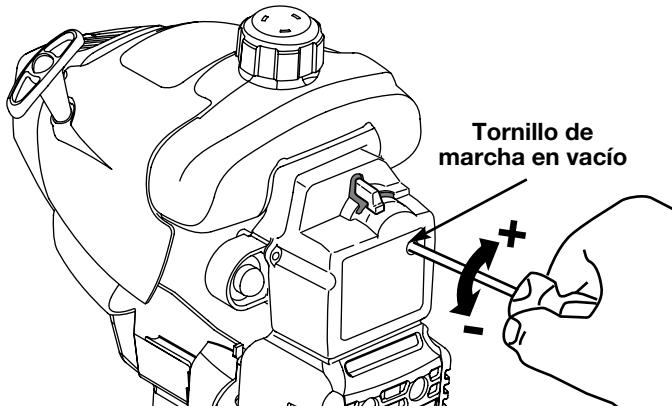

Fig. 30
La velocidad lenta del motor puede ser ajustada por la cubierta del silenciador / filtro de aire (Fig. 30).
- Suelte el gatillo del regulador y deje que el motor funcione en marcha lenta. Si el motor se para, inserte un pequeño destornillador Phillips o de vástago plano en el orificio de la cubierta del silenciador / filtro de aire (Fig. 30). Gire el tornillo de marcha lenta en sentido horario, de a 1/8 de vuelta por vez (según sea necesario) hasta que el motor funcione en mínima.